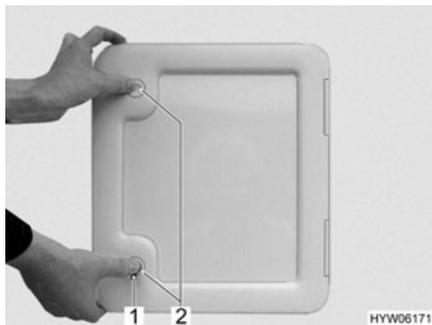

Fig. 167 Portillon pour cassette Thetford
Le portillon pour la cassette Thetford (Fig. 167) se trouve à l'extérieur du véhicule.
- Insérer la clé dans le barillet du verrou à pression (Fig. 167,1) et la tourner d'un quart de tour dans le sens des aiguilles d'une montre.
- Appuyer du pouce et simultanément sur les deux verrous de pression (Fig. 167,2) et ouvrir le portillon pour la cassette Thetford.